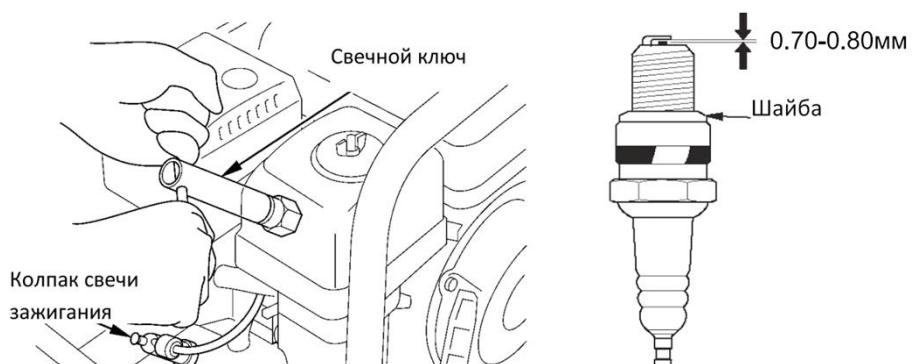

Рис.17
**ОБСЛУЖИВАНИЕ СВЕЧИ ЗАЖИГАНИЯ (Рис.17)**